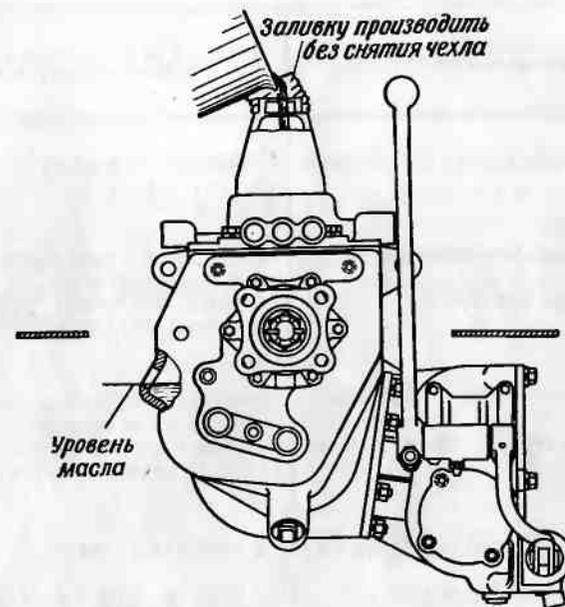

Рис. 199. Заливка масла в картер коробки передач
<p>Проверить: уровень масла в картере коробки передач (12) и раздаточной коробки и при необходимости дозаправить до нормы</p> <p>состояние защитных резиновых чехлов шлицевых соединений скользящих вилок карданов</p> <p>Смазать валки педали сцепления и ось двуплечего рычага привода сцепления</p>	<p>Уровень смазки в коробке передач должен находиться у кромки заправочного отверстия, а в раздаточной коробке должен достигать нижней кромки контрольного отверстия (рис. 199, 200). Применять всесезонное масло трансмиссионное автомобильное ТАп-15, или ТАп-10 (для северных районов), или сезонное: летом — масло трансмиссионное автотракторное летнее, зимой — масло трансмиссионное автотракторное зимнее. Допускается также применение масла МТ-16п.</p> <p>Негодные чехлы заменить</p> <p>Заправлять смазку УСс-авт. до давления</p>
<p>Проверить наличие шплинтовки болтов крепления картера раздаточной коробки и крепления коробки передач к картеру сцепления</p>	<p>Уровень смазки в коробке передач должен находиться у кромки заправочного отверстия, а в раздаточной коробке должен достигать нижней кромки контрольного отверстия (рис. 199, 200)</p> <p>Все болты крепления должны быть затянуты и зашплинтованы</p>